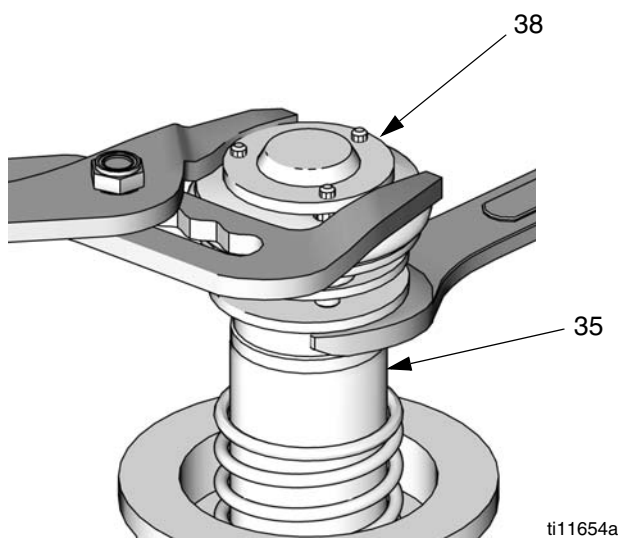
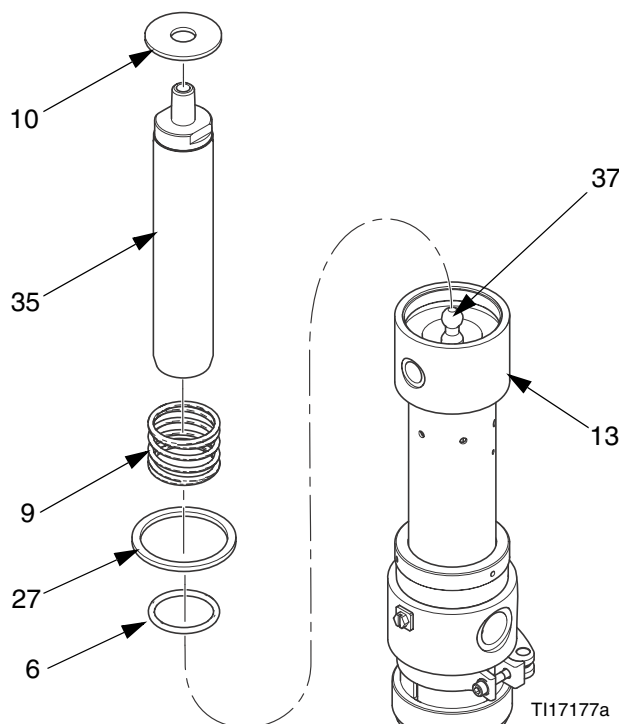

FIG. 11
FIG. 12
- Utilice unos alicates en la placa superior del pistón de la válvula neumática (38) y una llave de tuercas en el vástago del pistón (35) para destornillar el pistón de la válvula neumática del vástago del pistón. Consulte la FIG. 11.
- Saque la arandela (10), el muelle inferior (9) y la junta (11). Compruebe los daños y el desgaste y, si fuera necesario, reemplácelo. Consulte la FIG. 12.
- Desconecte el vástago del pistón (35) del vástago de conexión de la bomba (37) y tire del vástago del pistón hacia afuera de la base del motor neumático (13). Extraiga la junta tórica (6). Inspeccione la junta tórica (6) y reemplácela si fuera necesario.
- Reinstale la junta tórica (6). Vuelva a conectar el vástago del pistón (35) y la varilla de conexión de la bomba (37). Consulte la FIG. 12.
- Vuelva a instalar la junta (11), el muelle (9) y la arandela (10). Vuelva a montar el pistón (38). Aplique sellador de roscas a las roscas del vástago del pistón (35) y atornille con cuidado el pistón (38) al vástago. Consulte la FIG. 11 y la FIG. 12.